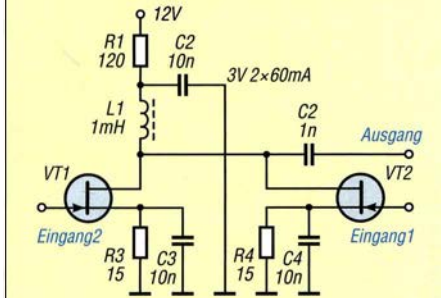

Bild 5: Schaltung des aktiven Summierers nach [4]
S.E.M. QRM Eliminator oder seiner Kopie, dem X-Phase, aus. Hier werden FETs in Source-Schaltung zur Trennung der Antennen eingesetzt – Bild 5 zeigt die Schaltung. Es wird offensichtlich gegen den Grundsatz verstoßen, dass zwar für Verstärkerstufen eine Emitter- oder Source-Schaltung eingesetzt werden kann, für eine Pufferstufe ist jedoch ausschließlich eine Basis- oder Gate-Schaltung sinnvoll. Im Ergebnis liegt die Rückwärtsdämpfung der Schaltung dann nur bei 20 dB bis 25 dB.